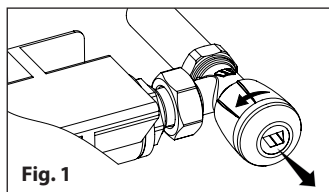

Fig. 1
- 1 - Svitare e sfilare il volantino (Fig.1)